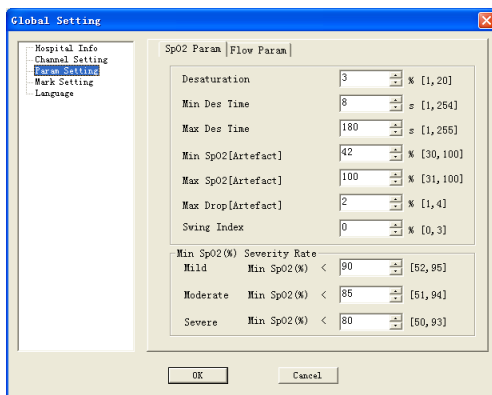

Figura 5.27
- 3) La sezione “Param Setting”(Impostazioni parametri) comprende due interfacce di impostazione: “SpO2 Param” (Parametri SpO2) e “Flow Param” (Parametri di flusso); in ciascuna interfaccia è possibile impostare i valori dei parametri corrispondenti, come illustrato nella Figura 5.27.